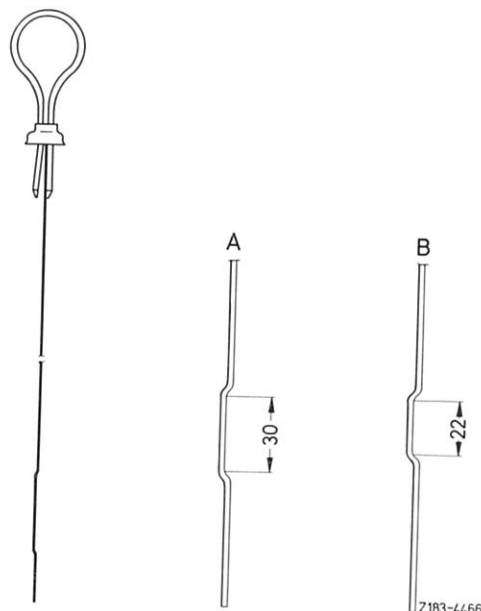

Bild 18-6/1
- Bei Motoren mit starrem Ölmeßstab neue Minimummarkierung 8 mm weiter oben einschlagen (neues Kontrollmaß zur Maximummarke 22 mm, siehe Bild 18-6/1), bisherige Minimummarkierung ausschleifen und Meßstabgriff rosa lackieren.